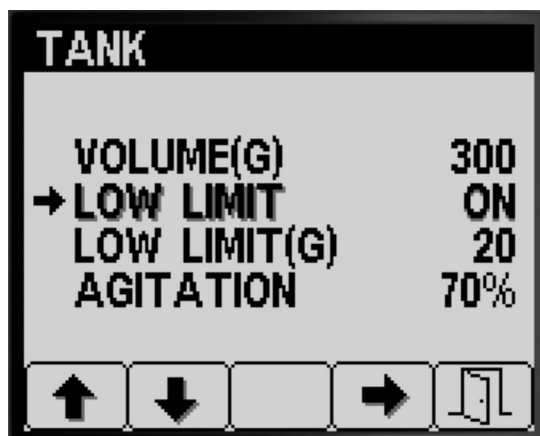

Bild 13
1. Drücken Sie Taste 1 oder 2, um auf die Option LOW LIMIT zu navigieren (Bild 13).
2. Drücken Sie Taste 4, um die Limitanzeige für das niedrige Behältervolumen ein- oder auszuschalten (Bild 13).